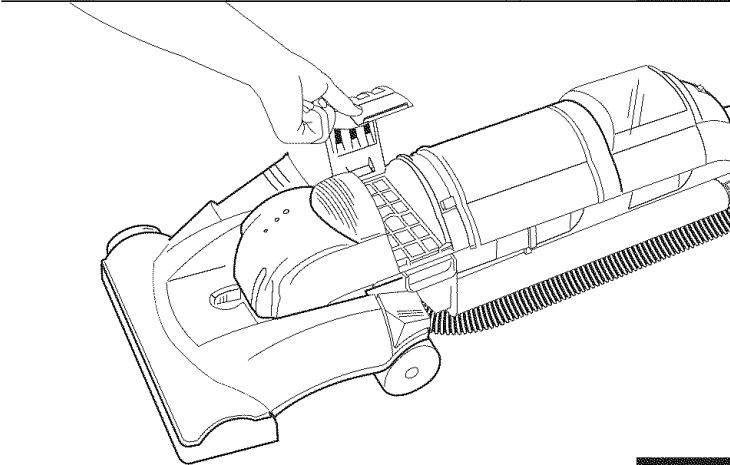

FIG. 18
**Step 1:** Remove the bottom filter cover by grasping the right edge and pivoting to the left (FIG. 18).
**Étape 1 :** Enlevez le couvercle du filtre du bas en saisissant le côté droit et en le pivotant vers la gauche (FIG. 18).
**Paso 1 :** Quite la tapa del filtro de abajo tomándola del borde derecho y abriéndola hacia la izquierda (FIG. 18).